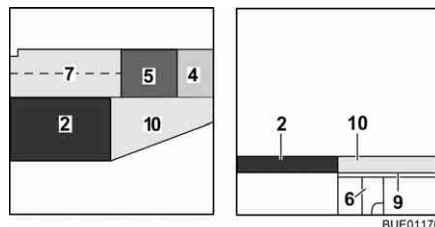

Fig. 136 Dopo la trasformazione
- Posizionare il cuscino del divano (Fig. 136,5) al centro.
- Posizionare il cuscino dello schienale (Fig. 136,4) tra il cuscino del divano e la parete.
- Posizionare il cuscino aggiuntivo (Fig. 136,10) sull'allargamento letto.